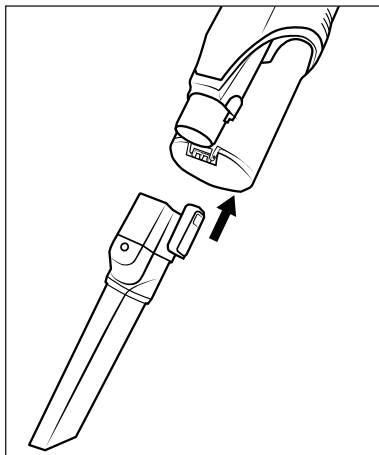

Fig. 14
- ◆ Infilare gli accessori sul tubo di aspirazione 24 oppure sull'apertura di aspirazione dell'apparecchio fino a quando non si innestano in posizione con un clic (vedere fig. 14). Assicurarsi che siano posizionati e fissati correttamente.